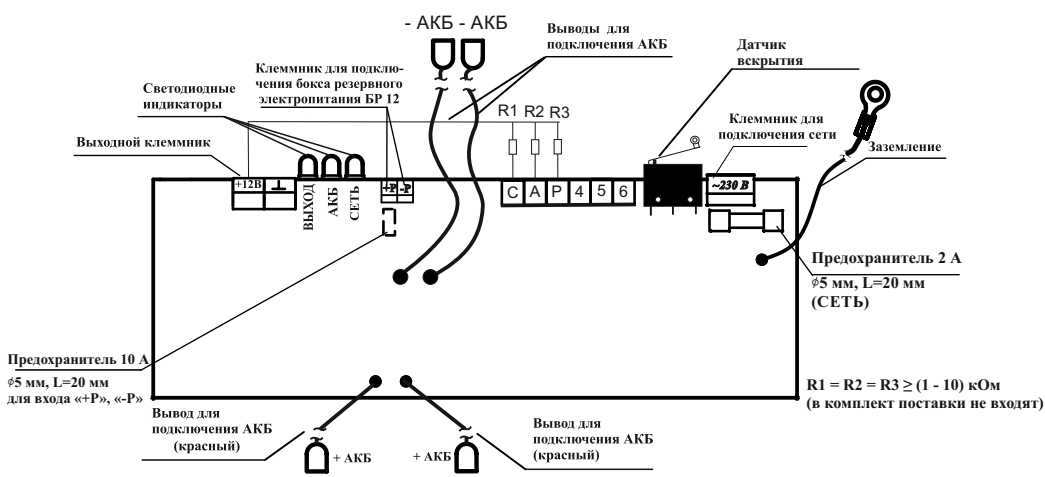

Рисунок 1 - Плата источника
При закрытии крышки источника питания срабатывает концевой выключатель, который производит изменение состояния на клеммах «4», «5» и «6» (см. рисунок 1). При нажатии рычага концевой выключателя контакты «4» и «5» замкнуты, а «4» и «6» разомкнуты. При открытой крышке контакты «4» и «5» разомкнуты, а «4» и «6» замкнуты.
6.3 Подключение источника (см. рисунок 1) производить в следующей последовательности: